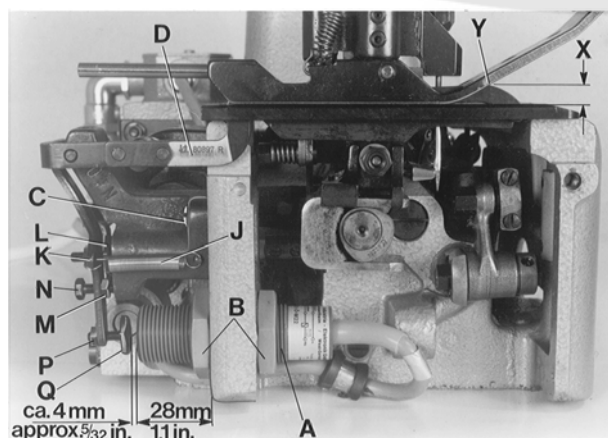
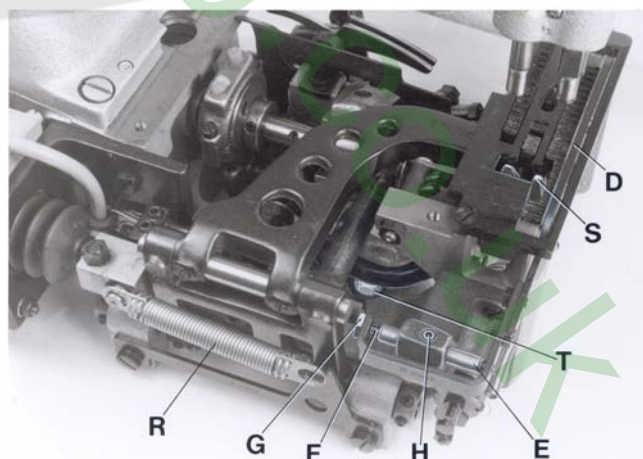

Fig. 14
Fig. 15
Remove cloth plate and left end cover. Mount the electronic proximity switch (A, Fig. 14) to the dimension of 28 mm (1.1"), as shown in Fig. 14.
The feeler (D, Figs. 14 and 15) is adjusted initially with the two fastening screws (C, Fig. 14) for the feeler support bracket.
The feeler (D, Figs. 14 and 15) should not have any lateral play but should turn readily. For this, adjust the centering shaft (E, Fig. 15) with centering screw (F) and lock nut (G) accordingly. Loosen screw (H, Fig. 15) and center the feeler (D) in the throat plate and presser foot slot, by moving the centering shaft (E) laterally. The feeler must turn readily. Retighten screw (H).
Hang in tension spring (J, Fig. 14).
The feeler should be set as high as possible. The dimension (X, Fig. 14) between upper throat plate surface and upper edge of feeler at the bag entrance zone, should not be less than 7 mm (.270") on styles 80800R, RL, S and SL, and not less than 7 mm (.290") on styles 80800TL, TAL, U, UA, UL and UAL.
For adjustment loosen nut (K, Fig. 14) and turn-off screw (L), so that the head of screw does not contact the magnet in the feeler support bracket. Loosen nut (M) and turn the feeler stop screw (N) in or out, as required, to adjust the correct feeler height.
**NOTE:** When the presser foot rests on the throat plate (feed dog below throat plate), the distance between upper edge of feeler and lower edge of the feeler slot cut-out in the presser foot (see Y, Fig. 14) should be approx. 1 mm (.040") on styles 80800R, RL, S and SL, and approx. 2 mm (.080") on styles 80800TL, TAL, U, UA, UL and UAL.
Secure the set feeler height with lock nut (M, Fig. 14).
Remueva la tapa principal y la tapa final izquierda. Coloque el interruptor de aproximación (A, Fig. 14) en una distancia de 28 mm (1.1") como se demuestra en la Fig. 14.
El palpador (D, Figs. 14 y 15) esta fijado inicialmente con dos tornillos (C, Fig. 14) a su soporte. El palpador (D, Figs. 14 y 15) no puede tener juego lateral, pero debe girar libremente. Para esto ajuste adecuadamente el eje central (E, Fig. 15) con el tornillo para centrar (F) y la contra-tuerca (G).
Suelte el tornillo (H, Fig. 15) y centre el palpador (D) en las ranuras de la placa de aguja y del pie moviendo el eje central (E) lateralmente. El palpador debe girar libremente. Apriete el tornillo (H) otra vez.
Coloque el resorte (J Fig. 14).
El palpador tiene que ser colocado tan alto como sea posible. La distancia (X, Fig. 14) entre la superficie superior de la placa de la aguja y el borde superior del palpador en la parte donde entra el saco no debería ser menor a una distancia de 7 mm (.270") para maquinas 80800R, RL, S y SL y no menor a 7,5 mm (.290") para maquinas 80800 TL, TAL, U, UA, UL y UAL.
Para este ajuste suelte la tuerca (K, Fig. 14) y gire el tornillo (L) tanto hacia atrás hasta que la cabeza del tornillo no pueda tocar más el imán en el perno fijador del imán. Suelte la tuerca (M) y gire el tornillo tope del palpador (N) adecuadamente hasta que logre la altura correcta del palpador.
**NOTA:** Cuando el pie prensa-tela reposa en la placa de la aguja (con el transportador debajo de la placa de la aguja), debería haber una distancia de aprox. 1 mm (.040") para maquinas 80800R, RL, S y SL y aprox. 2 mm (.080") para maquinas 80800TL, TAL, U, UA, UL y UAL entre el borde superior del palpador y el borde inferior del sacado para el palpador en el pie prensa-tela (vea Y Fig. 14).
Asegure la altura del palpador con la contra-tuerca (M, Fig. 14).
The switching pressure on the feeler is set with screw (K, Fig. 14).
**NOTE:** The closer the head of screw (K, Fig. 14) to the magnet the higher the switching pressure on the feeler. Secure the position of screw (K) with lock nut (L).
The electrical switching point of the proximity switch (A, Fig. 14) is determined by screw (Q, Fig. 14). The distance between screw head and the face of the proximity switch is approx. 4 mm (5/32") (see Fig. 14), when the feeler is in home position. This distance of 4 mm (5/32") is not exactly the same for all switches. Connect the machine electrically. With feeler in home position set the proper switching point as follows:
Loosen nut (P, Fig. 14). Turn screw (Q) away from switch, until the switch switches on. Then turn screw (Q) slowly towards the switch, until the switch switches off. Now turn screw (Q) a further 1/2 turn towards the switch. Secure this position of screw (Q) with lock nut (P).
When the solenoid on styles 80800R and S or the air cylinder on styles 80800RL and SL for the chain cutter (S, Fig. 15) is not activated and the chain cutter is in its home position below the throat plate, the knife tips of the chain cutter (S) should be positioned 0.5 mm (.020") below the throat plate top surface.
To obtain this setting, adjust the knife lever stop screw with lock nut (T, Fig. 15) in the bottom of the bed casting accordingly. The slotted thread end of screw (T) is accessible from the bottom of the bed casting for adjustment.
In cutting position, above the throat plate, the cutting edges of the chain cutter (S, Fig. 15) should overlap by 0.3 mm (.012") to assure a proper thread chain cutting.
On styles 80800R and S with solenoid operated chain cutter the core of solenoid (C, Fig. 16) must rest firmly on the solenoid (D) while adjusting the overlapping of the knife cutting edges of the chain cutter. Unhook pull-back spring (R, Fig. 15) and press the solenoid rod against the solenoid until the core of solenoid (C, Fig. 16) butts on the solenoid (D). Loosen nut (A, Fig. 16) and move clamp (B) on the solenoid rod to the left or right, until the cutting edges overlap approx. 0.3 mm (.012"). Retighten nut (A) and replace pull-back spring (R, Fig. 15).
La presión del interruptor en el palpador se ajusta con el tornillo (K, Fig. 14).
**NOTA:** Cuánto más cerca se encuentre la cabeza del tornillo (K, Fig. 14) al imán, tanto mayor es la presión del interruptor en el palpador. Asegure la posición del tornillo (K) con la contra-tuerca (L).
El punto de activación del interruptor de aproximación (A Fig. 14) esta determinado con el tornillo (Q, Fig. 14). La distancia entre la cabeza del tornillo y el frente del interruptor es de aprox. 4 mm (5/32") (vea Fig. 14) cuando el palpador esta en su posición básica. Esta distancia no es exactamente igual para todos los interruptores. Conecte la máquina eléctricamente. El punto exacto de la activación se ajusta de la siguiente manera: Suelte la tuerca (P, Fig. 14). Gire el tornillo (Q) alejándolo del interruptor hasta que el interruptor se active. Después gire el tornillo (Q) hacia el interruptor hasta que el interruptor se apague. Después gire el tornillo (Q) 1/2 vuelta más en sentido hacia el interruptor. Asegure esta posición del tornillo (Q) con la contra-tuerca (P).
Cuando el solenoide en las maquinas 80800R y S y en las maquinas 80800RL y SL el cilindro neumático de la tijera (S, Fig. 15) para la cadeneta no esté activado y la tijera esté en su posición básica debajo de la placa de la aguja, los bordes superiores de las cuchillas de la tijera deberían encontrarse aprox. 0,5 mm (.020") debajo de la placa de la aguja.
Ajuste para esto el tornillo tope para la tijera con la contra tuerca (T, Fig. 15) en el fondo de la cama de la maquina. En posición de corte encima de la placa de aguja, las cuchillas de la tijera (S, Fig. 15) deberían solaparse aprox. 0,3 mm (.012") para asegurar un corte limpio de la cadeneta.
En las maquinas 80800R y S con la tijera activada por solenoide, el nucleo del solenoide (C, Fig. 16) tiene reposar firmemente contra el solenoide mientras se ajuste el solapado de la hojas de la tijera. Suelte el resorte (R, Fig. 15) y presione el perno del solenoide contra el solenoide hasta que el nucleo del solenoide (C, Fig. 16) este plano con el solenoide (D). Suelte la tuerca (A, Fig. 16) y mueva la abrazadera (B) en el perno del solenoide hacia la izquierda o derecha, hasta que las hojas de la tijera se solapan aprox. 0.3 mm (.012"). Apriete la tuerca (A) otra vez y coloque el resorte (R, Fig.15).